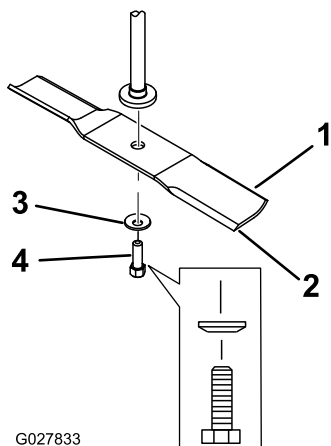

Figure 49
- Enlevez de l'axe, le boulon, la rondelle bombée et la lame (Figure 49).
1. Placez la lame sur l'axe (Figure 49).
2. Montez la rondelle bombée (face concave vers la lame) et le boulon de lame (Figure 49).